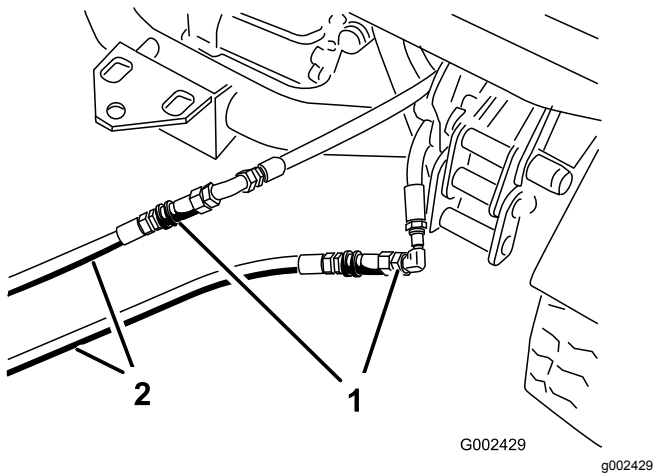

**Figura 84**
2. En ambos vehículos, desconecte las dos mangueras con acoplamiento rápido de las mangueras que están conectadas al soporte de acoplamiento (Figura 84).